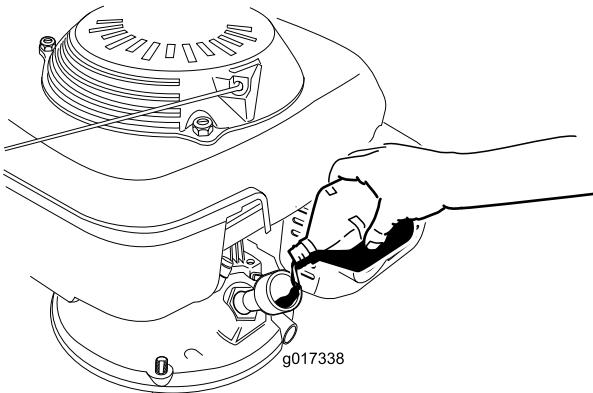

图8
- 3. 慢慢将机油倒入注油孔、等待 3 分钟、将量油尺擦干净后插入注油孔不是拧入加油盖 (图8)、检查量油尺上的机油油位。